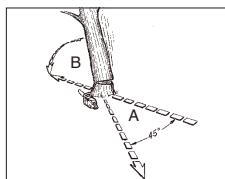

Fig. 11A
**ADVARSEL:** En tilflugtssti (A) bør planlægges og gøres klar, før nedskæringerne går i gang. Tilflugtssten skal gå bagud og diagonalt bagved den forventet retning af hvor træet skal falde, som vist i fig. 11A.
**BEMÆRK:** Falldreningen (B) er kontrolleret af det udhuggede snit. Før du begynder at save, skal du overveje placeringen af de større grene, og træets naturlige hældning, for at bestemme hvordan træet vil falde.
**ADVARSEL:** Som fældesnittet kommer tættere på falsen, skulle træet gerne begynde at falde. Når træet begynder at falde, skal du fjerne saven fra snittet, stands motoren, læg saven ned, og forlad området via tilflugtsstien (Fig.11A).